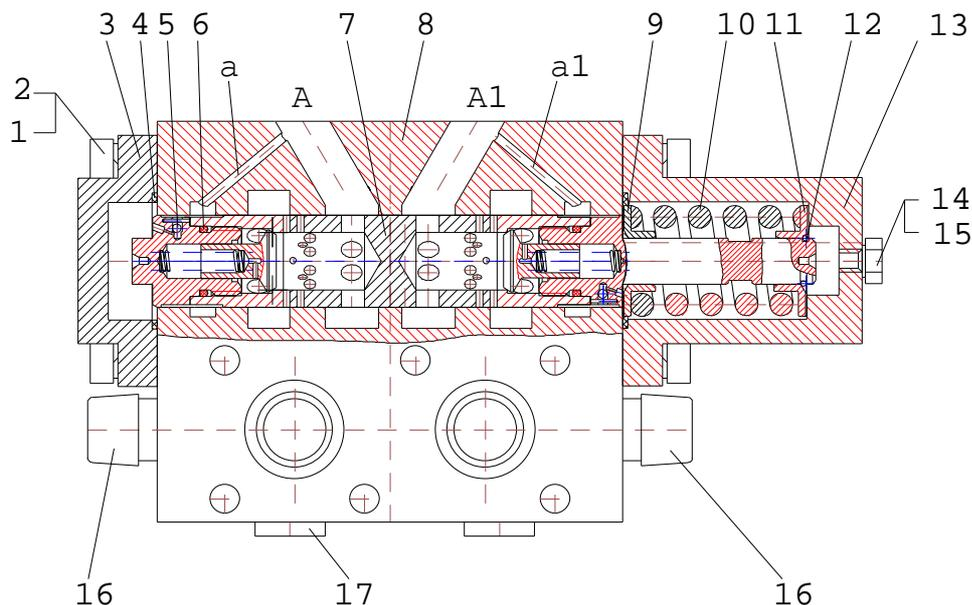

Рис. 39 Гидроклапан противообгонный
5. ГИДРОКЛАПАН ПРОТИВООБГОННЫЙ (рис. 39).